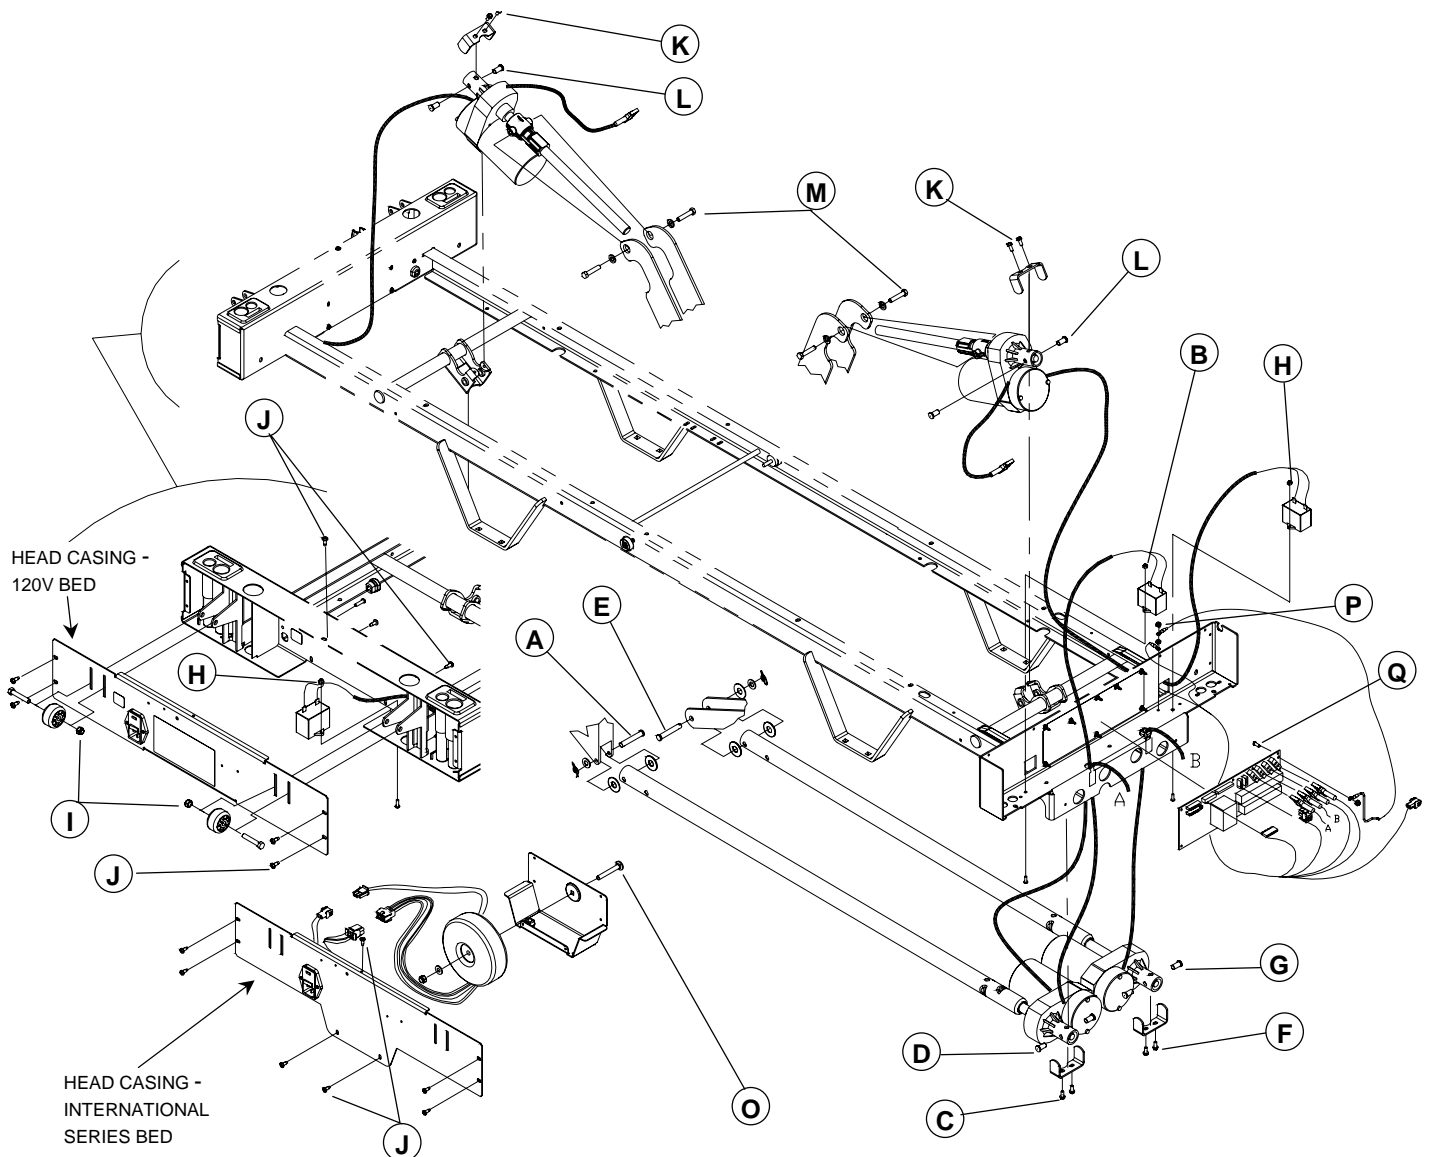

Figure 4.3C
5. À l'aide de pinces à long bec, retirez la goupille enroulante/les rondelles/l'axe de chape (E, fig. 4.3C, page 32) rattachant les bras du levier de la section de cuisse au tube du vérin de cuisse.
À moins d'indications contraires, référez-vous à la figure 4.3C de la page 32 pour l'illustration des références contenues dans la procédure de remplacement qui suit.